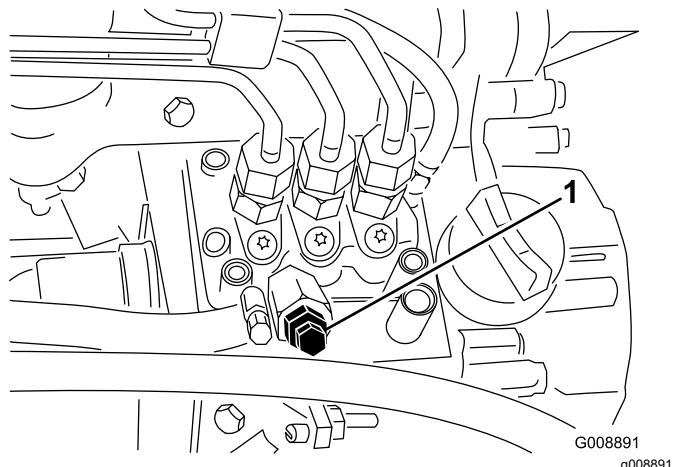

Figura 36
- Aprite la vite di spurgo dell'aria, situata sulla pompa di iniezione del carburante (Figura 36).